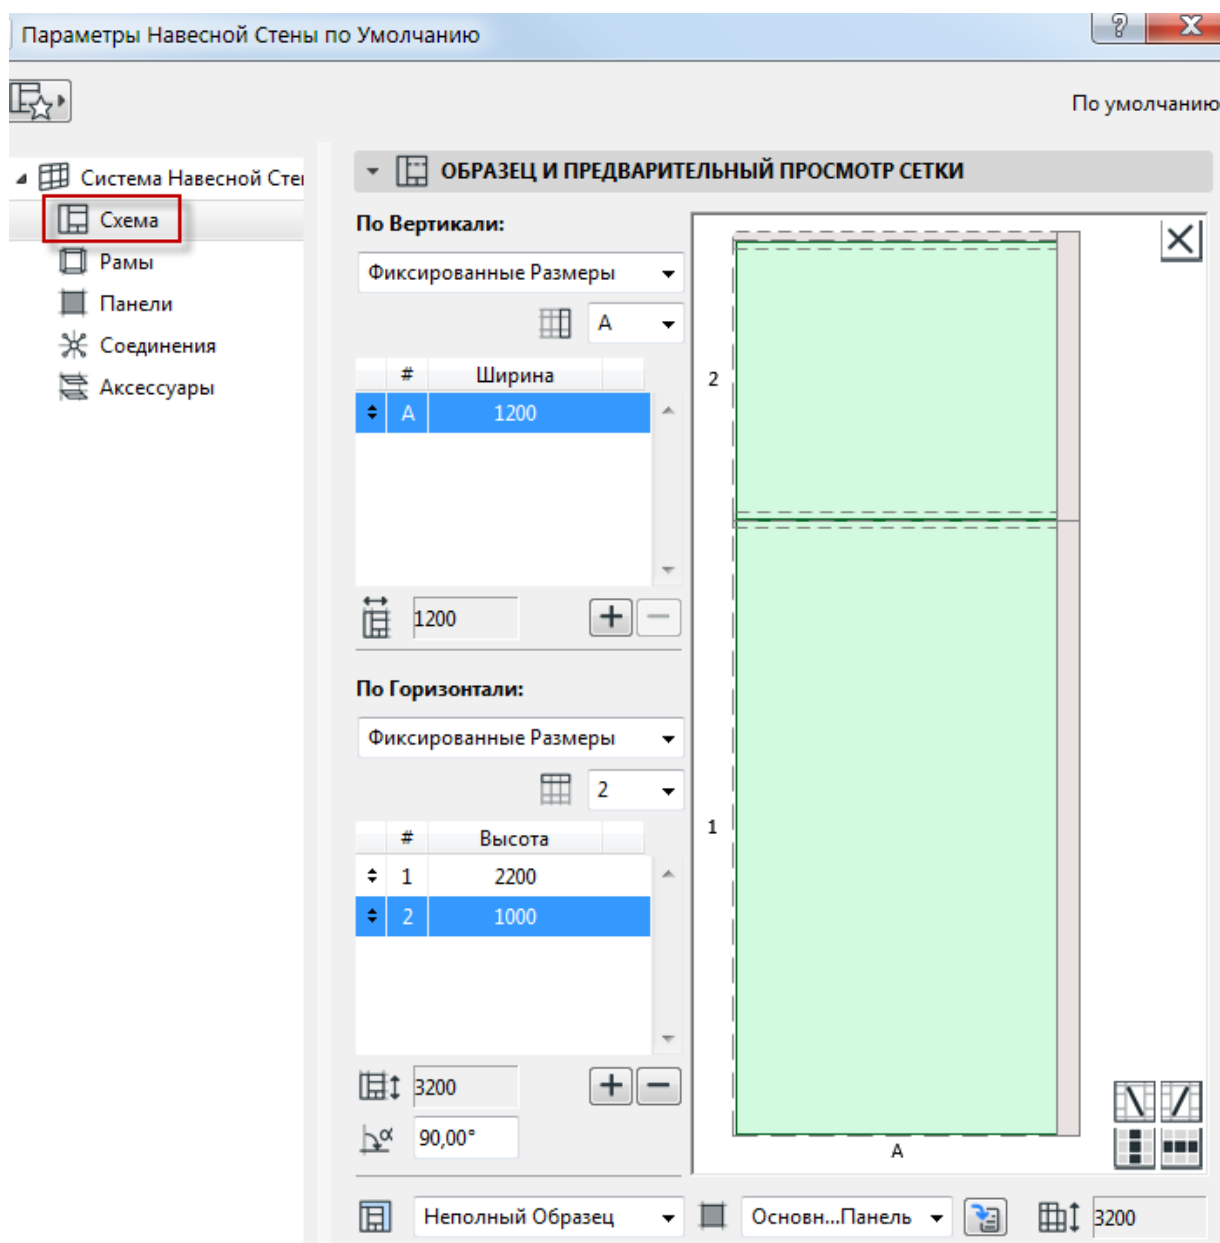

Рис. 5.45
Откройте параметры инструмента *НАВЕСНАЯ СТЕНА* по умолчанию. В разделе *Схема* назначьте размеры образца: в ширину задайте одну секцию размером **1200 мм (А)**; высоту разбейте на две секции (ряда) (1-я – **2200 мм**, нижняя и 2-я – **1000 мм**, верхняя). Панелям нижнего (1) и верхнего (2) рядов задайте один основной класс (назначается внизу для выбранного элемента схемы, рис. 5.45).